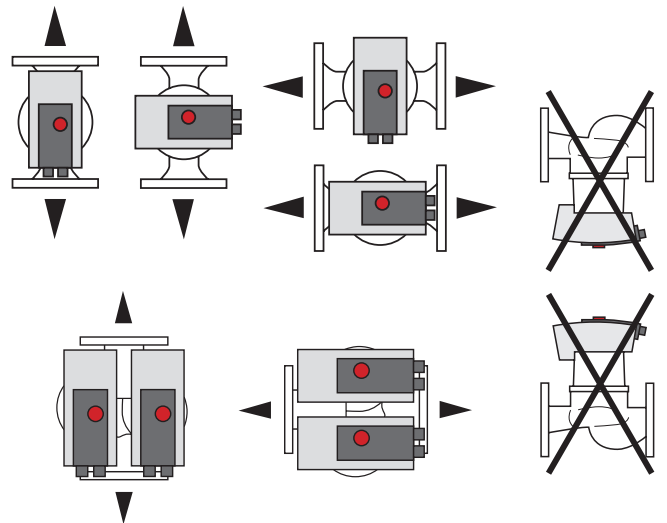

Fig. 4: Lubatud paigaldusasendid
1. Kontrollige lubatud paigaldusasendeid → Fig. 4.